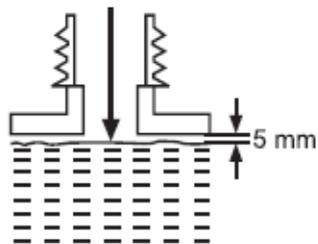

Fig. 17
- Dévissez et retirez le bouchon du réservoir d'huile pour chaîne. (29).
- Ajouter le carburant et l'huile de moteur dans le réservoir. Utilisez un entonnoir approprié avec un filtre pour empêcher les débris d'entrer dans le réservoir. Ne remplissez pas trop le réservoir. Laissez environ 5 mm d'espace entre l'essence et le goulot pour laisser le lubrifiant se répandre. (Fig. 17).